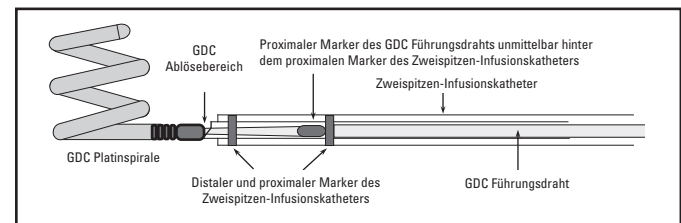

Abbildung 4: Optimale Ausrichtung des strahlenundurchlässigen Markers
9. Die GDC 360° Abnehmbare Spirale weiter vorschieben, bis der strahlenundurchlässige, proximale Marker am Führungsdraht genau distal vom proximalen Marker am Zweispitzen-Infusionskatheter liegt (siehe Abbildung 4 unten). Den O-Ring am hämostatischen Drehventil (RHV) festziehen, um eine Bewegung des Führungsdrachts zu verhindern und mit dem unten beschriebenen Ablöseverfahren fortfahren.
- Unter Röntgendurchleuchtung erneut bestätigen, dass der proximale Marker des Führungsdrahts unmittelbar distal zum proximalen Marker des Zweispeitzen-Infusionskatheters liegt (gemäß Abbildung 4). (Die Position kann sich während des Anschlusses der Verbindungskabel für die abnehmbaren Spirale verändern.)